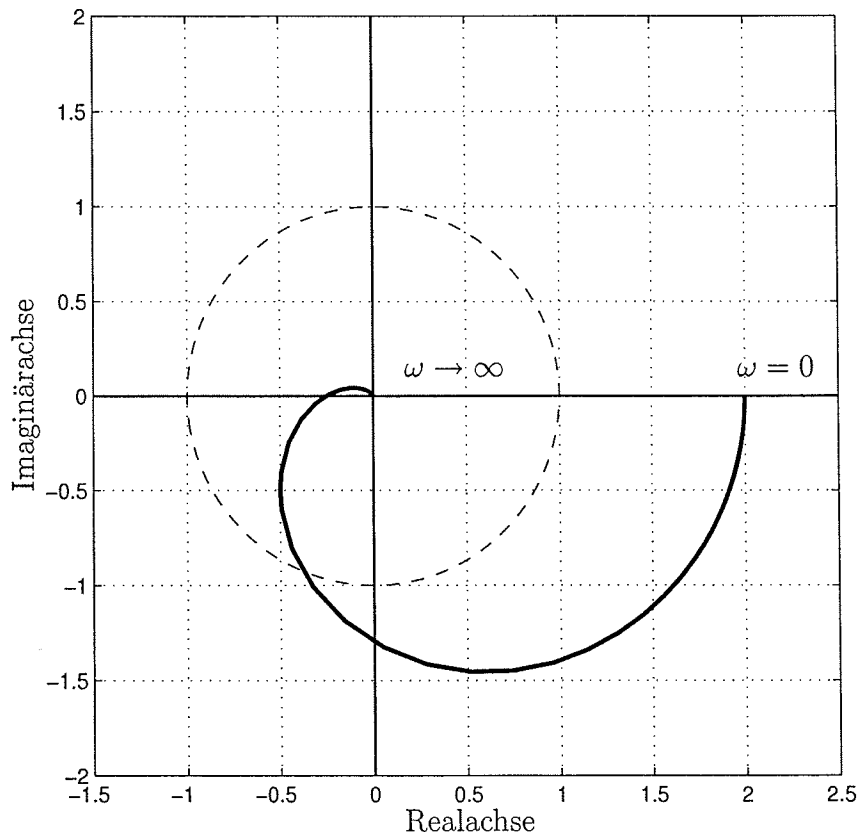

Abbildung 6.1: Gemessene Ortskurve
Zu untersuchen ist ein neuartiges Regelungskonzept für eine antriebstechnische Fragestellung auf Hybridbasis. Aus der gemessenen Ortskurve (Abb. 6.1) des offenen, zu regelnden Systems soll ein mathematisches Modell ermittelt und untersucht werden.
- Um was für ein Systemverhalten handelt es sich bei dem in Abbildung 6.1 angegebenen Verhalten? Begründen Sie Ihre Antwort.